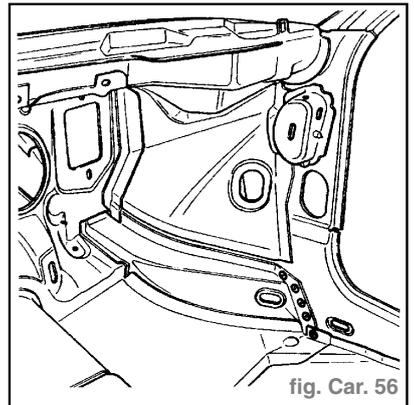

fig. Car. 56
- Vue intérieure (fig. Car. 56)